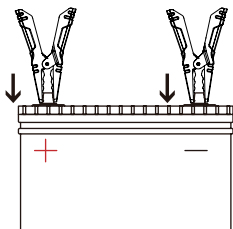

Abbildung 2.2.1
2. Verbinden Sie die Klemmen mit den entsprechenden Batteriepolen, d. h. die rote Klemme mit dem Pluspol (+) und die schwarze Klemme mit dem Minuspol (-). Sehen Sie die Abbildung 2.2.1